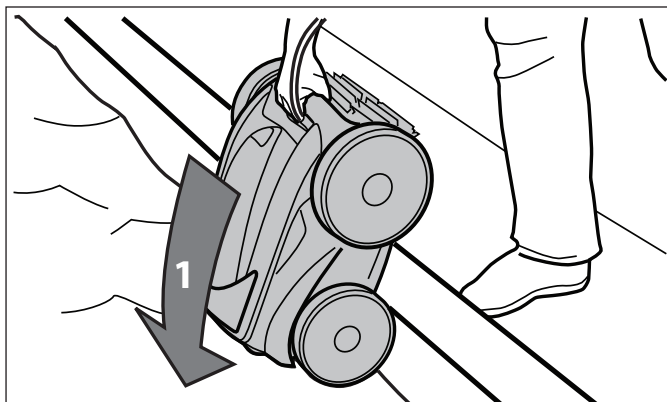

Figure 13. Immerger le robot verticalement
1. Immerger le robot dans l'eau de la piscine et dégager tout l'air se trouvant à l'intérieur en plaçant l'appareil en direction à la verticale. Se référer à la figure 13.